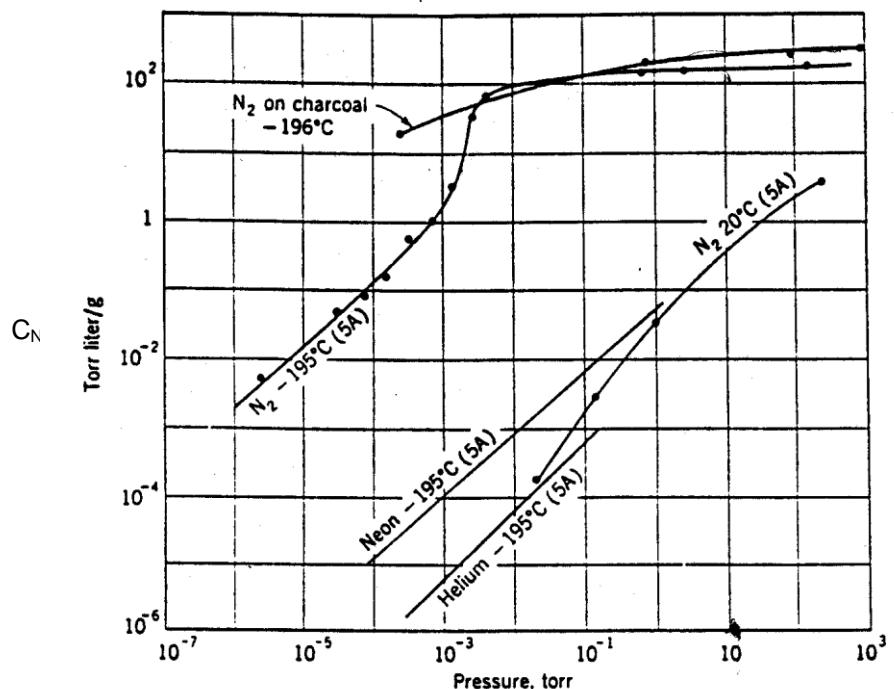

Figura 1. Isoterma de adsorção para  $N_2$ , Ne e He adsorvidos em zeolite artificial (Linde tipo SA) e para  $N_2$  em carvão ativado
Certas substâncias, como as zeolitas e carvão, têm uma superfície interna muito grande, e por isso são muito úteis no bombeamento criogênico (ou em temperatura ambiente) de gases. Alguns tipos de zeolitas e de carvões minerais ou vegetais chegam a ter centenas de metros quadrados de área interna por grama. A propriedade adsorvente de um determinado material é caracterizada por sua isoterma de adsorção, que fornece, para uma dada temperatura de adsorção, a relação entre pressão e quantidade do gás adsorvida. Freqüentemente, essa quantidade é expressa em Torr.litro/grama (nas CNTP) de adsorvente (ver figura 1), que chamaremos de  $C_N$ .
A figura 1 mostra exemplos de isotermas de adsorção para alguns gases adsorvidos em zeolite e em carvão ativado.
obter assim outros pontos da isoterma. Com as variações de pressão medidas, utilizando a equação de estado dos gases ideais, calcula-se a quantidade de gás adsorvida que está em equilíbrio com a fase gasosana pressão medida. **Este par  $N$  x  $P$  é um ponto da isoterma de adsorção da substância na temperatura do nitrogênio líquido (-196°C).** A partir de  $N$  obtenha um parâmetro mais usado, o qual denotaremos por  $C_N$  dado em unidades de [pressão]x[volume]/[massa], (veja figura 1), que é obtido, usando-se a equação dos gases ideais, através da razão  $P \cdot V/m$ , onde  $P$  = pressão atmosférica,  $V$  o volume que as moléculas adsorvidas ocupariam nas CNTP e  $m$  a massa do adsorvente. Demonstre que:
Lembrando que no gráfico da isoterma apresentado no início deste roteiro (figura 1) a quantidade de gás é dada em termos de Torr.litro/grama (nas condições normais de temperatura e pressão - CNTP), para se comparar os dados experimentais com os obtidos aqui deve-se usar o volume a 0°C. Esse procedimento deve ser feito com a zeolita e com uma amostra de carvão. Com os dados de saturação, e sabendo que o diâmetro da molécula de N2 é 3,7 Å, calcule a área interna por unidade de massa para cada amostra assumindo que a superfície interna do adsorvedor está saturada com uma monocamada de gás. Faça uma análise crítica indicando possíveis causas de discrepâncias com os dados da literatura.
- 3) Curva da isoterma  $C_N \times P_{eq}$  (ver figura 1) para carvão e zeolita. Compare seus resultados com os das curvas fornecidas no início do roteiro.